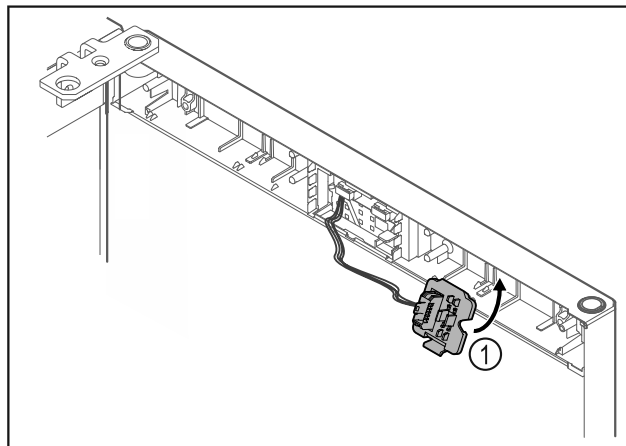

Fig. 15
- ▶ Užfiksukite kištuko laikiklį Fig. 15 (1) priešingoje pusėje.